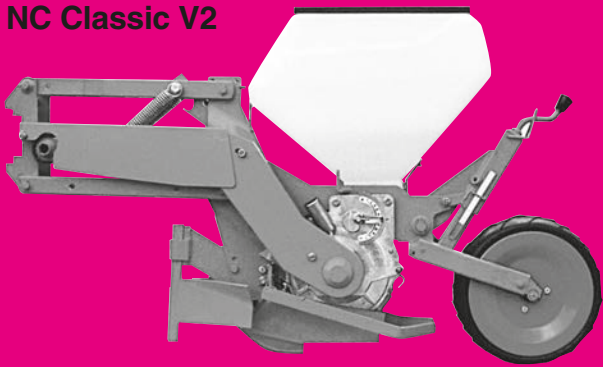

Fig. 41
- Roue tasseuse arrière plate autonettoyante 370 x 170 (fig. 41) avec raclettes intermédiaires longues, pour terrains souples et sableux.
- 370 x 170 self-cleaning flat rear press wheel (fig. 41) with long intermediate scrapers for soft, sandy ground
- Heckglattnolle selbstreinigend. 370 x 170 (Abb. 41) mit langen Zwischenabstreifern, für weichen und sandigen Boden.